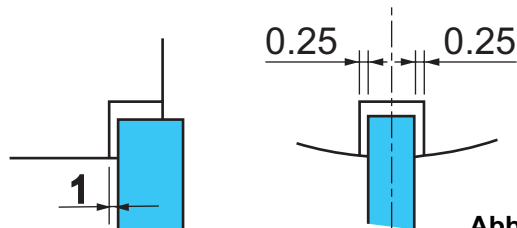

Abb. 1
- Die Glocke (529) einsetzen
- Den Nabe (515) auf die Welle aufziehen (zuvor Keilnuten justieren) hierzu die Kerben der Aussen-scheiben (302), nacheinander an den Stirnseiten der Glockenantriebszähnen anordnen (529).
Wichtig: Nicht vergessen, den Zylinder (401) gegen Verdrehen zu sichern. Hierzu ein gerichtetes Element in die Kerbe einsetzen. Spiel zwischen Zylinder u. diesem Element prüfen (s. Abb. 1). 0,5 min. in Drehrichtung - 1 mm in der Kerbkehle. Das Element darf keinen Druck auf die Lager ausüben. Im Falle von Vibrationen empfehlen wir dringend den Einbau eines elastischen Dämpfungselementes zwischen dem Schlitz der Drehmomentstütze des Feldes und dem Bolzen. Bitte befestigen Sie das Kabel der Spule so nahe als möglich an der Spule um ein Schlagen zu vermeiden.